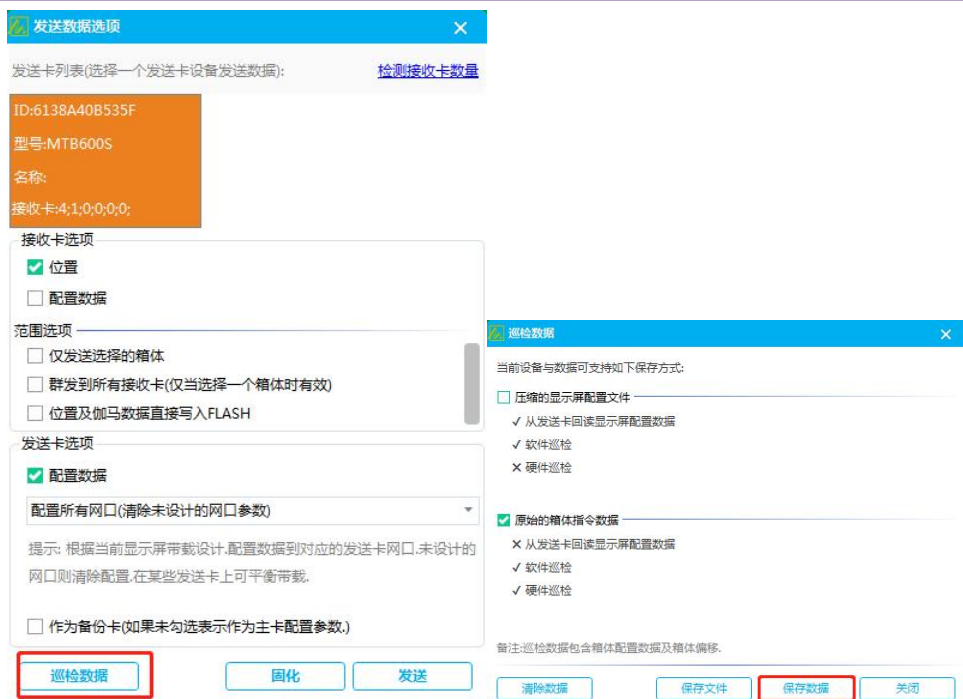

图 4-4-1 巡检数据保存图
(1) 巡检功能启用前需要发送巡检参数，在复杂调屏界面完成箱体设计后，点击“发送数据”-“巡检数据”，进入巡检数据界面，根据需要选择“保存文件”或者“保存数据”。点击“保存文件”，可将文件保存至 SD 卡中，配合设备的 SD 卡存储方式巡检使用（部分设备不支持 SD 卡巡检）；点击“保存数据”，完成巡检数据的发送，可配合设备的内部存储方式巡检使用。如图 4-4-1 所示。